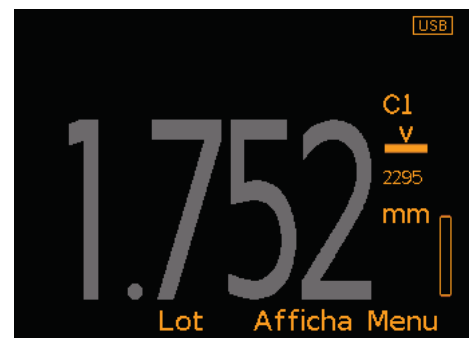

Figure 2
- Lorsque vous retirez la sonde de la surface, la mesure prise vire au gris (Figure 2).